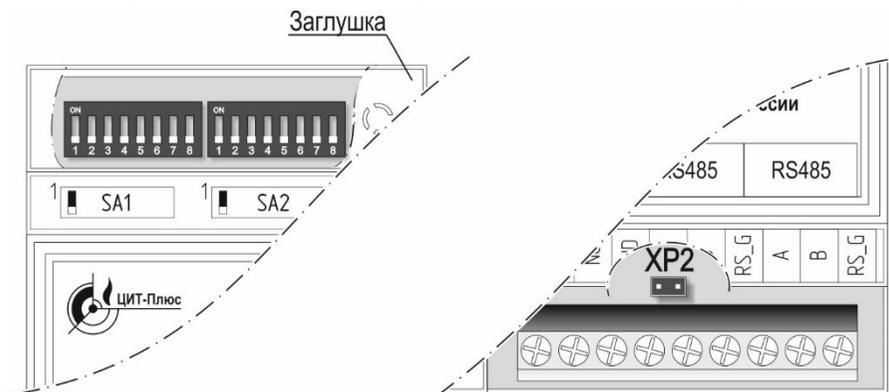

Рисунок 2 – Расположение переключателей.
- Перевести переключатель SA1.1 (см. рисунок 2) в положение "ON".
ж) Если концентратор установлен в конце линии RS485, необходимо установить перемычку терминального резистора. Перемычка считается установленной, если вилка XP2 замыкает джампер типа MJ-O-6 или аналогичный с шагом 2,54 мм (см. рисунок 2). Перемычка доступна при снятой заглушке отсека порта RS485.